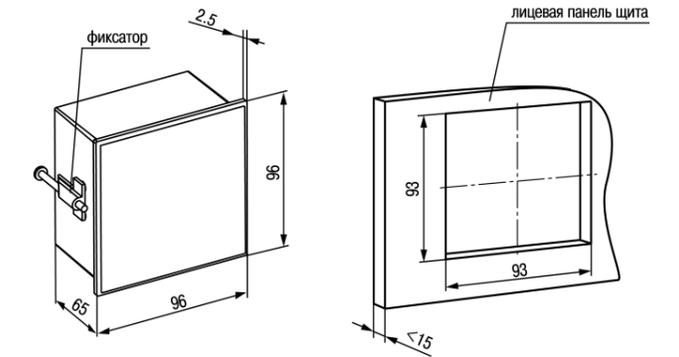

Рисунок 4 – Габаритные размеры корпуса Щ1
1. Подготовить на щите управления монтажный вырез для установки прибора (см. рисунок 4).